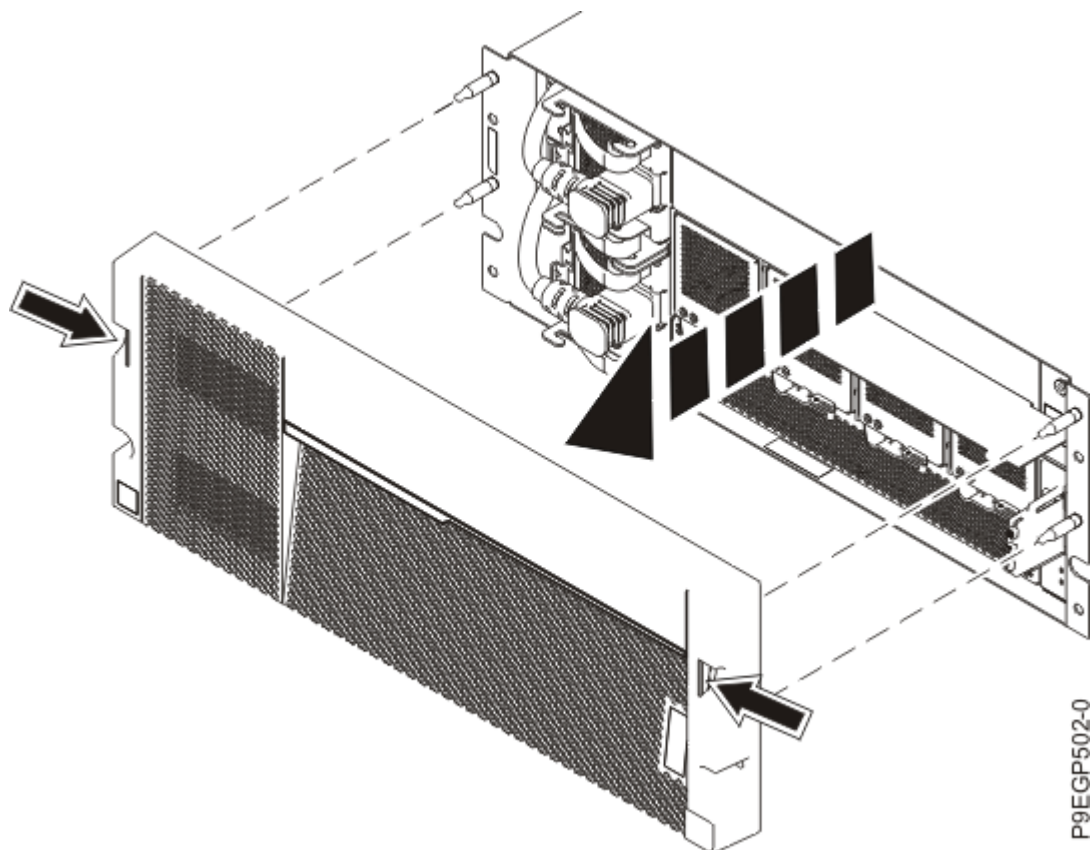

図 8. カバーおよびサービス情報カードの取り外し
- b. ドロワーの両側にある 2 つの青いタッチポイントを使い、13 ページの図 8 に示すように、ベゼルをまっすぐ引き出し、ドロワーの前面からベゼルを取り外します。